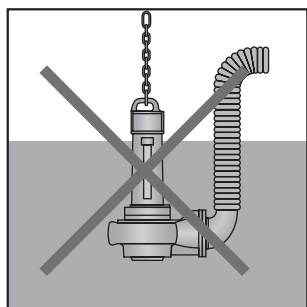

Рис. 1
1. Насос должен закрепляться так, чтобы он не вращался, не качался или не совершал какие-либо движения, насос нельзя подвешивать на цепи или на тросе (рис. 1).